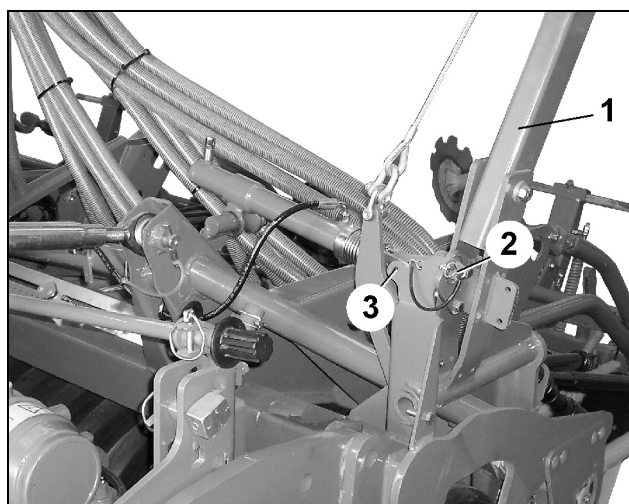

Fig. 98
- Tenez le bras du traceur (Fig. 98/1) et enlevez l'axe et la goupille d'arrêt (Fig. 98/2) (nécessaire pour le transport)
- Lorsqu'ils ne sont pas utilisés, brochez l'axe avec la goupille dans le trou (Fig. 98/3).
Une fois la goupille d'arrêt enlevée (Fig. 98/2) le bras du traceur s'incline légèrement sur le côté.